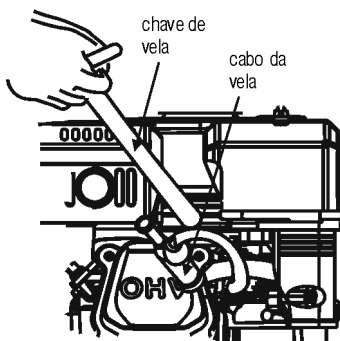

Fig. 15 – Removendo a vela
- 4 – Com auxílio de uma chave de vela (não acompanha), remova a vela (fig. 15);